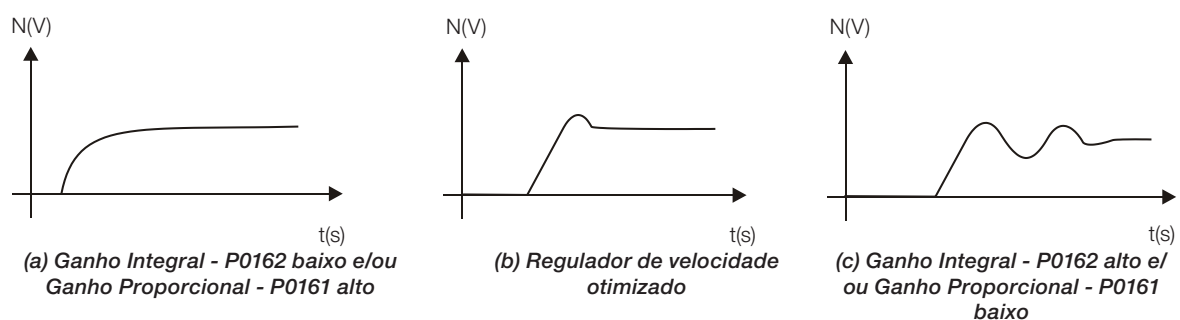

Figura 12.5: (a) a (c) Tipos de resposta do regulador de velocidade
6. Verifique dentre as opções da Figura 12.5 na página 12-15 qual a forma de onda que melhor representa o sinal lido.
7. Ajuste P0161 e P0162 em função do tipo de resposta apresentada na Figura 12.5 na página 12-15.